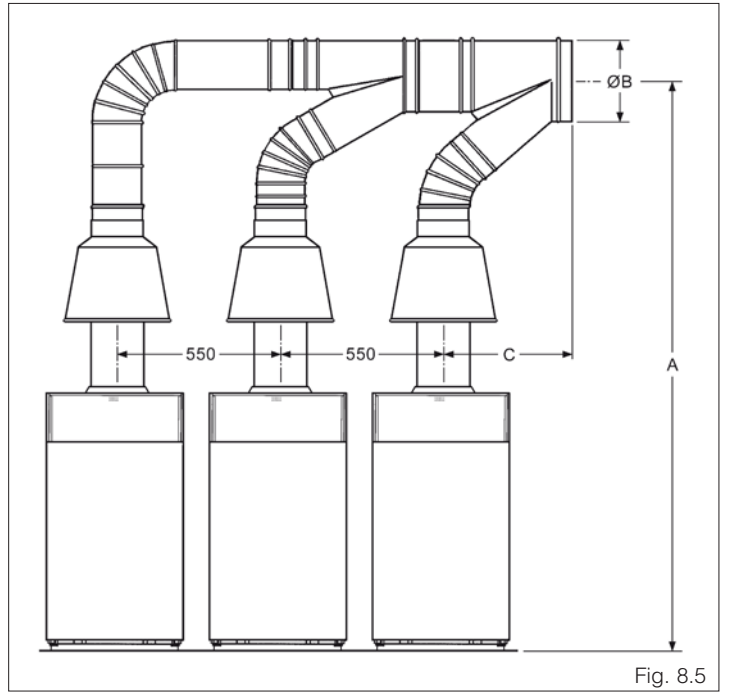

Fig. 8.5
- Collegamento modulare di 3 caldaie **Novella** (fig. 8.5).